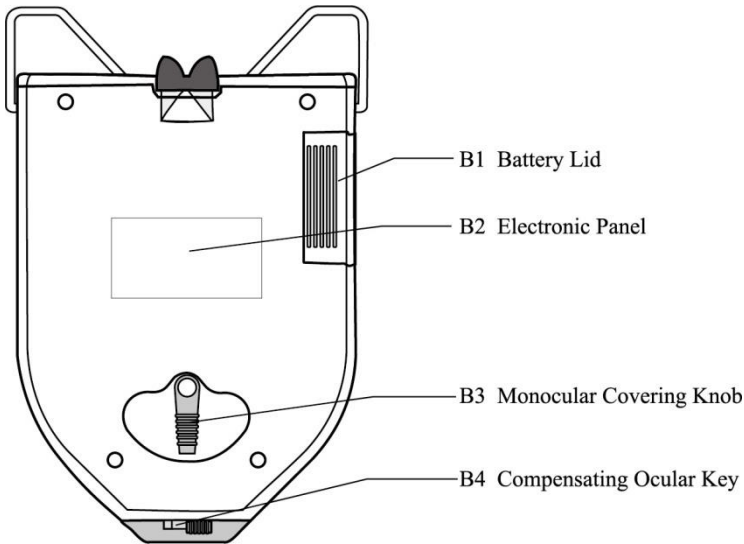
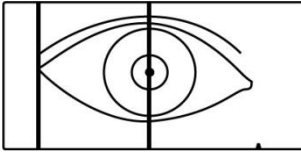

Abb. 3
Abb.8a (Messung der rechten Pupillendistanz)
a. Wenn Sie den linken oder rechten Pupillenabstand messen müssen, drehen Sie bitte den monokularen Abdeckknopf (wie in Abb. 3 Nr. 2 gezeigt), der das andere Auge vollständig abdecken kann (wie in Abb. 8a und 8b gezeigt).